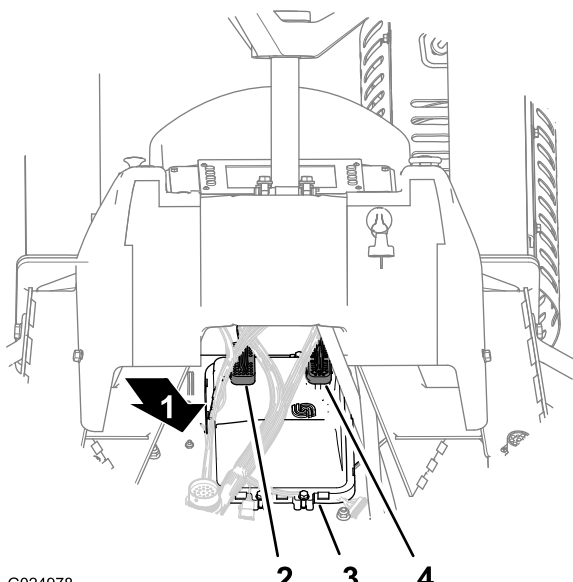

Figura 117
2. Desconecte o conector fêmea de 50 vias (CPU 1) da parte de trás do módulo do computador (Figura 117).
3. Desconecte o conector fêmea de 38 vias (CPU 2) da parte de trás do módulo do computador (Figura 117).
1. Conecte o conector fêmea de 38 vias (CPU 2) à parte de trás do módulo do computador (Figura 117).
2. Conecte o conector fêmea de 50 vias (CPU 1) à parte de trás do módulo do computador (Figura 117).